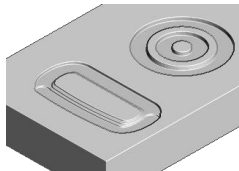

图 4-91 排序方式 (层)
2) 层: 逐层精加工零件, 即同时一层层地加工每个型腔, 如图 4-91 所示, 这样会带来较多的提刀次数。